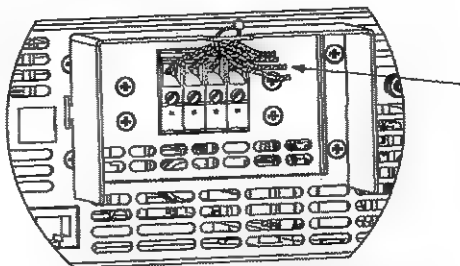

図 3-10 シールド・カバーへ負荷線の取り付け
5. タイラップを使って図 3-10 のように、負荷線をシールド・カバーに締付けます。負荷線の抜け防止用です。保護カバー内の線長に余裕を持たせて固定して下さい。